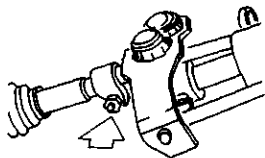

图 3-26 拧松夹箍螺母
11) 拧松夹箍的螺母，移动上换挡杆，要求下换挡杆在连接时能自由滑动，如图 3-26 所示。
18) 用  $20\text{N}\cdot\text{m}$  的力矩拧紧夹箍螺母，见图 3-26 所示。